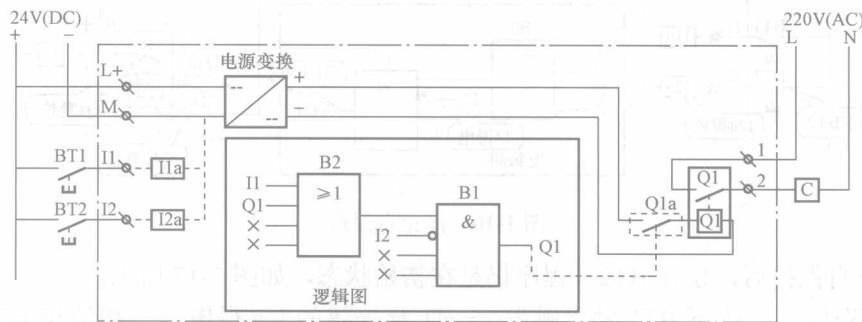

图 1-13 通电后的 LOGO! 进入准运行状态
1) 对 LOGO! 通电后使 LOGO! 进入准运行状态, 如图 1-13 所示。